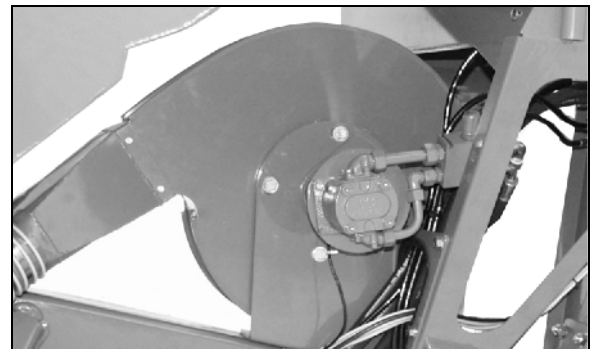

Fig. 78
1. Remove protective cap (Fig. 78/1)